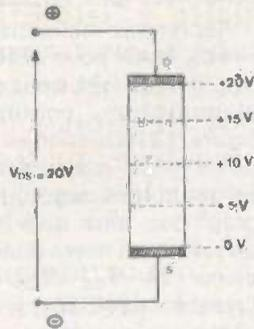
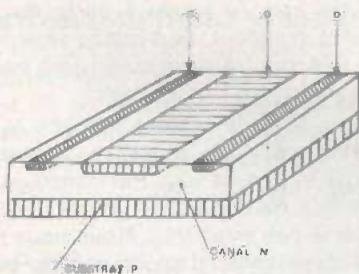

Fig. 3
Fig. 5
Des durées d'allumage et d'extinction égales, cela peut paraître un peu trop statique pour une simulation convaincante. On peut y remédier en utilisant simultanément deux des sorties mentionnées du compteur. La figure 3 donne quelques exemples quant aux séquences d'allumage qu'on peut ainsi obtenir. D'autres combinaisons sont possibles. Pour les déterminer, il suffit de remarquer qu'on obtient un allumage chaque fois que la tension est positive (niveau logique 1) sur toutes les sorties de Cl_2 qui sont pourvues de diodes de commutation. Il est également possible d'utiliser plus de deux diodes, parmi D_6 et D_9 , mais alors, la durée
Venons-en maintenant au FET (1), puisque tel est l'objet du discours, et à la figure 3, qui le représente dans une structure simplifiée et très théorique. Au barreau précédent (semi-conducteur N), on a ajouté une couronne de semi-conducteur P, auquel il manque donc des électrons pour assurer toutes les liaisons interatomiques, et qui se comporte ainsi comme renfermant un excédant de charges positives. La zone de séparation entre les semi-conducteurs forme une jonction PN, comme dans une diode. Nous avons, pour l'instant, relié la couronne P au potentiel de la source : $V_{GS} = 0$.
(1) A ce stade de l'exposé, nous tiendrons pour acquis que les lecteurs ont appréhendé le jeu de mot.
Le potentiel dans le canal est ainsi, partout, plus positif que dans la couronne, ce qui polarise en inverse la jonction PN et repousse les électrons, réduisant la section à travers laquelle ces derniers peuvent passer. La figure 3 montre, toujours d'après les trajectoires en pointillés, cet étranglement du canal.
Pour des raisons technologiques de fabrication, la structure que nous avons indiquée en figure 3, n'est pas retenue dans la pratique. On en adopte diverses autres, dont par exemple celle de la figure 5, résultant du procédé planar de diffusion des différentes zones.